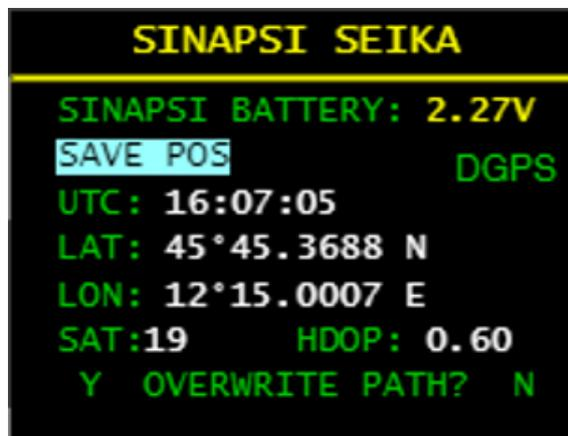

Fig 25 - SINAPSI GPS - Salvare la posizione
Premere brevemente uno dei due pulsanti a seconda che si intenda catturare la posizione (Y) o meno (N) come suggerisce l'indicazione (**Fig 25 - a pag. 21** e 17189).